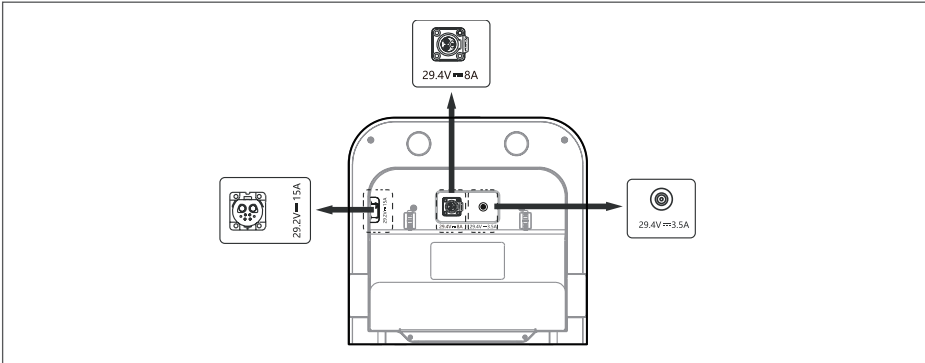

図 1
1. 対応モデルのアダプターをラベルに従って充電ステーションに接続します（図 1 を参照）。充電ステーションに接続するアダプターは一度に 1 個のみとし、2 個以上のアダプターを同時に接続しないでください。